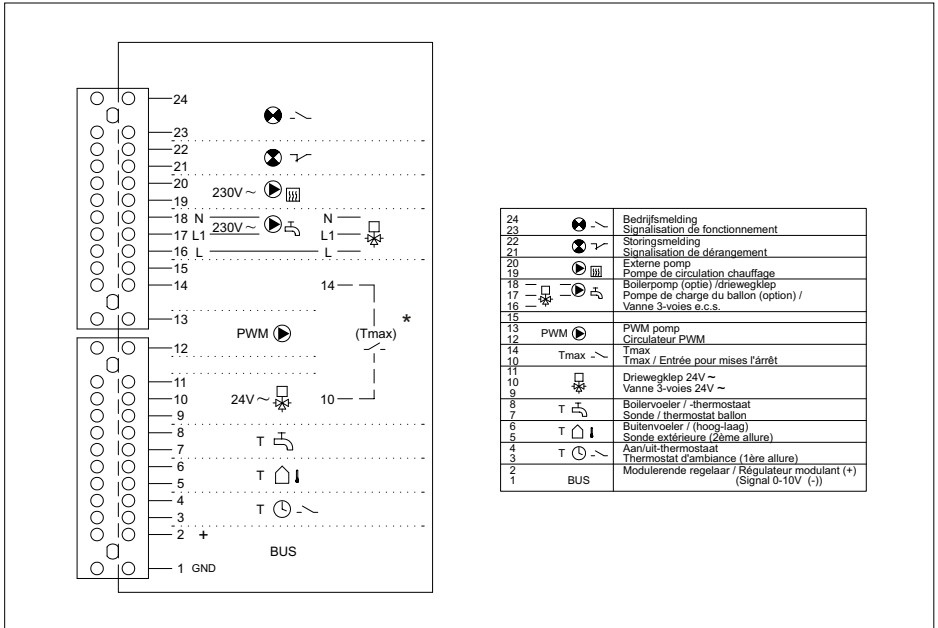
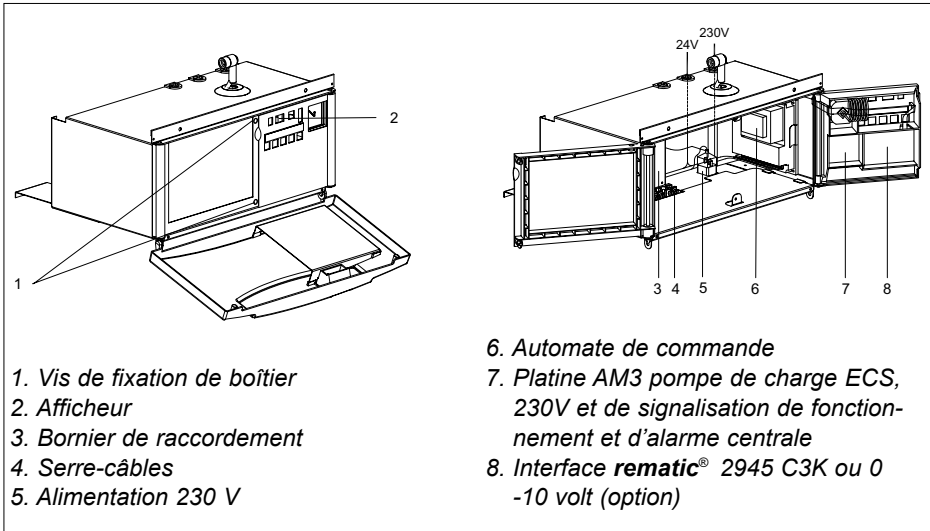

fig. 15 Bornier de raccordement
fig. 16 Tableau de bord, vues interne et externe.
Elle est représentée dans la fig. 12. Une pompe de charge ECS doit être raccordée sur les bornes 16 (230 V), 17 (interrupteur) et 18 (N), voir fig. 15.
Tous les raccordements supplémentaires (excepté pour **rematic**® 2945 C3K) peuvent être réalisés sur le bornier standard de la chaudière, voir fig. 15. Ce bornier se situe dans le bôtier électrique et peut être atteint en dévissant les deux vis du tableau de bord, voir fig. 16. Les possibilités de raccordements supplémentaires sont expliquées dans les paragraphes suivants.
La Remeha Quinta a été préparée pour une communication basée sur le système "OpenTherm", permettant l'utilisation de tout régulateur d'ambiance modulant OpenTherm approprié, par exemple Remeha Celcia 20. Votre fournisseur vous explique quels régulateurs OpenTherm sont compatibles avec la Remeha Quinta. Ces régulateurs doivent être installés dans une pièce de référence. Leur raccordement doit être effectué à l'aide d'un câble à 2 fils sur les bornes 1 et 2 du bornier, voir fig. 15.
Ce régulateur être installé dans une pièce de référence (raccordement à l'aide d'un câble à 2 fils sur les bornes 1 et 2 du bornier, voir fig. 15). Dans ce cas, une compensation d'ambiance est également disponible.
A l'aide d'une interface spéciale (disponible en option) pouvant être placée dans la chaudière (voir fig. 16), il est possible de commander la chaudière par un signal de 0 -10 volt (sans potentiel), régulation de la température de départ ou de la puissance. Pour cela, il faut agir sur la programmation interne de la chaudière ( $\boxed{R_1} = \boxed{4Y}$ ) ou ( $\boxed{R_1} = \boxed{5Y}$ ), voir Par. 6.5.4.
Le fonctionnement modulant est possible en utilisant une sonde extérieure (fournie en option) en combinaison avec un thermostat d'ambiance (non fourni). Pour ce faire, raccorder les fils de la sonde aux bornes no. 5 et 6 et les fils du thermostat aux bornes no. 3 et 4 du bornier, voir fig. 15. Ainsi, suivant la température ambiante, la chaudière pourra moduler, et régler la température de départ en fonction de la température extérieure (voir fig. 21, pente de chauffe).
Une pompe de charge ECS doit être raccordé sur les bornes 16 (230 V), 17 (interrup-teur) et 18 (N), voir fig. 15.